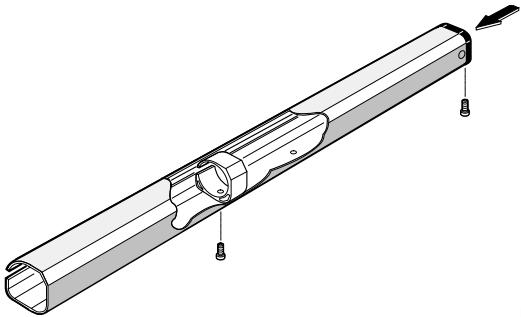
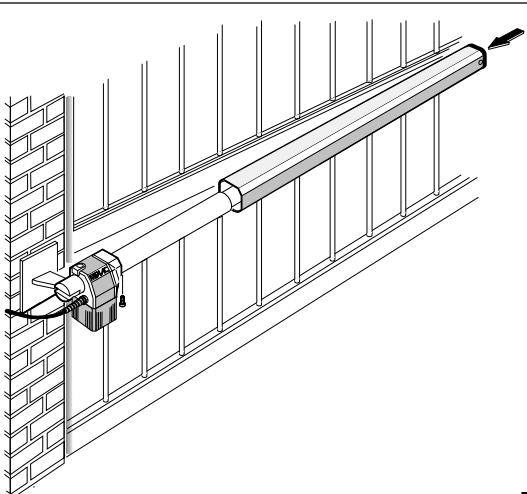

Fig. 8
Fig. 9
- (1) Il est recommandé de graisser tous les axes des pattes d'attache.
- (2) Dans l'impossibilité de souder, les plaques des pattes d'attache avant et arrière peuvent être fixées au moyen de vis et tasseaux.
- 12) Monter le carter de protection comme indiqué fig. 8 et l'enfiler sur l'opérateur comme indiqué fig. 9.
**N.B.:** Fixer la bague de guidage du carter sur le trou le plus éloigné du bouchon de fermeture (fig. 8).